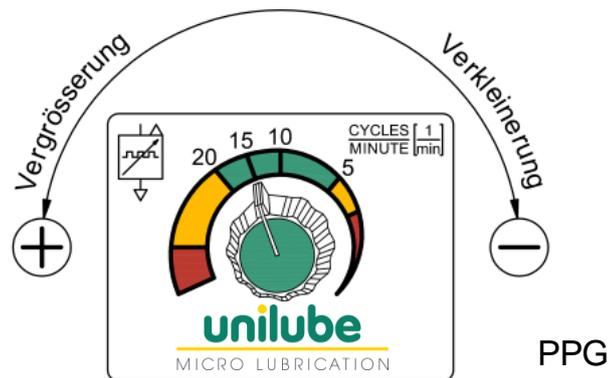

Abb. 11: Pneumatischer PulsGenerator – Einstellung Taktzahl (5 ÷ 20 Imp./min)
8.2.4 Taktzahl des Impulsgebers auf ca. 60 (-120) Impulse/Minute erhöhen (Abb. 11 und Kapitel 6.3). Bei Ausführung mit elektrischem Pumpensteuerventil (Option) in der Maschinensteuerung die Einstellung für Entlüften wählen (abhängig von kundenseitiger Programmierung).